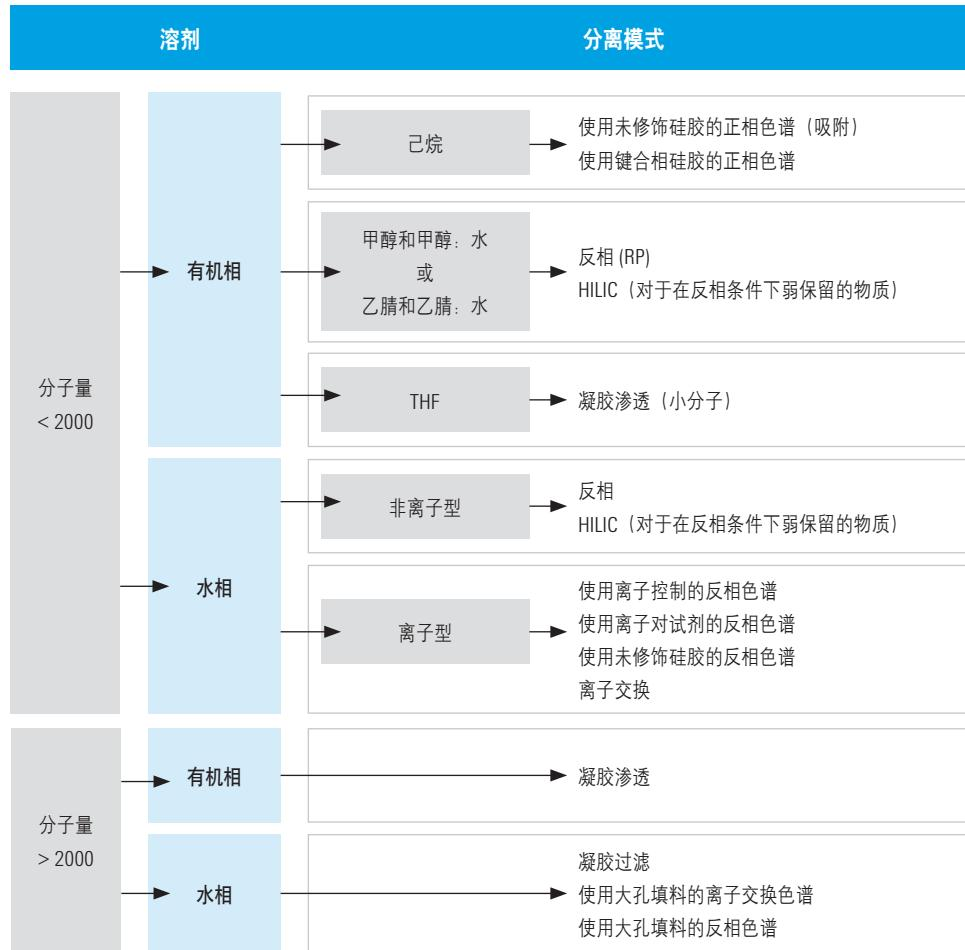

图 40. 按溶剂和分离模式选择 LC 和 LC/MS 色谱柱
您应该做的第一件事就是选择 HPLC 模式。通常分离模式是由以下因素决定的：目标物的类型和溶解度、目标物分子量 (MW)、样品基质以及可使用的固定相和色谱柱。图 40 和 41 根据化合物分子量和将使用的溶剂，列出了评价分离模式最佳选择的步骤。